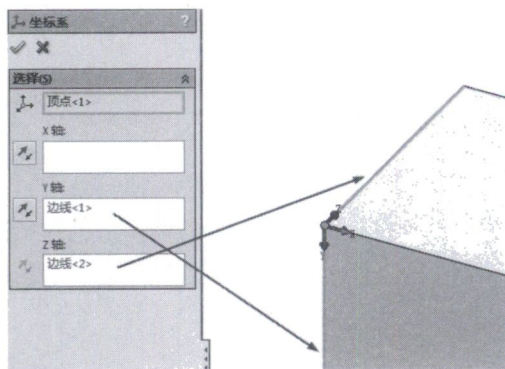

图 1-68 定义各轴
(4) 单击【X 轴】、【Y 轴】、【Z 轴】选择框，在图形区域中选择线性边线，指示所选轴的方向与所选的边线平行，如图 1-68 所示，单击  【确定】按钮，生成坐标系 1。